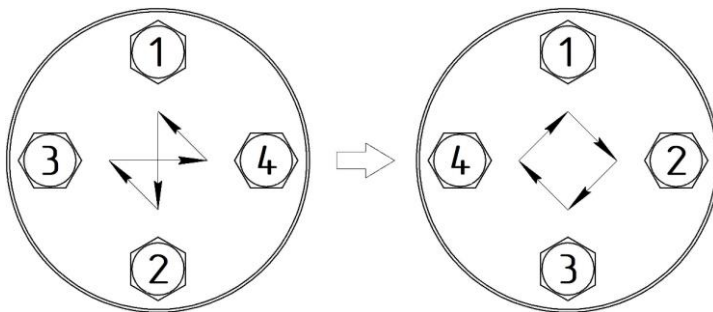

Рисунок 8.1 – Схема затяжки гаек фланцевого соединения
- 8) Затяните гайки ⑤ с моментом затяжки, не превышающим величины, указанной в таблице 2.1.
- Затяжку гаек фланцевого соединения следует выполнять равномерно в 3...4 подхода в последовательности «крест-накрест» (см. рис. 8.1). В качестве последней операции рекомендуем затяжку по кругу.